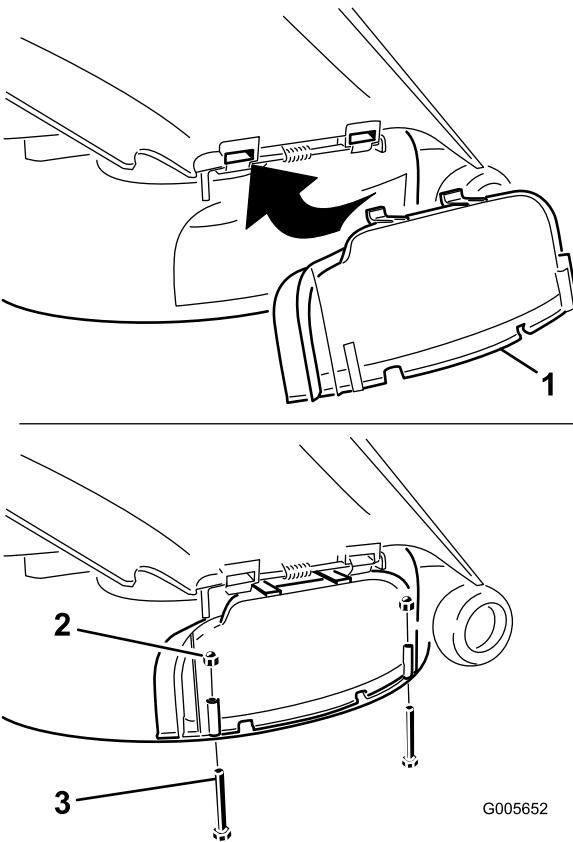

Bild 27
4. Heben Sie das Ablenkblech an und schieben die Zungen oben an der Auswurfkanalabdeckung unter die Haltestange des Ablenkblechs. Drehen Sie die Abdeckung des Auswurfkanals nach unten über die Öffnung und auf die untere Lippe des Mähwerks (Bild 27).
5. Befestigen Sie die Abdeckung des Auswurfkanals mit zwei Schrauben (1/4" x 2-1/2") und zwei Kopfmuttern (1/4") an der unteren Lippe des Mähwerks, siehe Bild 27.